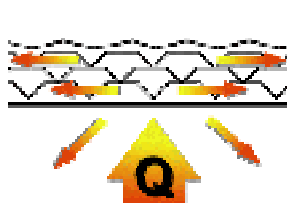

fig. 3. Functionality
- Hauptwirkfaktor von Foilsulation® ist die hohe Wärmereflexion insbes. von Aluminium, siehe fig. 3.